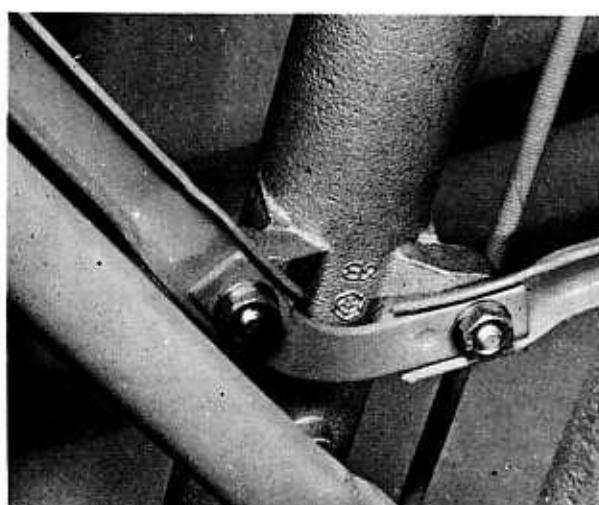

Bild 111
- Den Bremszug und die Antriebswelle vom Vorderrad lösen. Die Radmuttern an beiden Seiten lockern und das Rad nach unten ausbauen. Es ist empfehlenswert, wenn auch nicht unbedingt nötig, jetzt das Schutzeblech auszubauen, damit die Lackierung nicht beschädigt wird. Es ist mit je zwei Muttern und Schrauben an jedem Gabelgleitrohr befestigt (Bild 111).